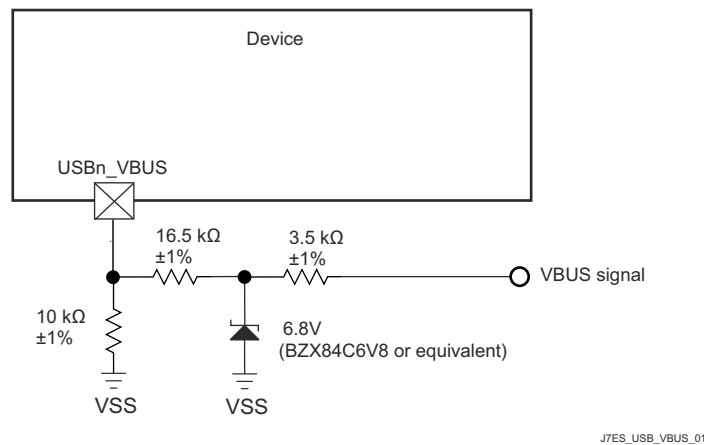

図 7-4. USB VBUS 検出分圧器 / クランプ回路
このデバイスでは、外付けの分圧抵抗を使用して VBUS 信号電圧を下げる必要があります (図 7-4 を参照)。これにより、実際のデバイスピン (USB0_VBUS) に印加される電圧が制限されます。これらの外部抵抗の許容誤差は 1% 以下、ツェナー ダイオードの 5V でのリーク電流は 100nA 未満とする必要があります。(1)
デバイスの電源がオフのときに VBUS が印加された場合、図 7-4 に示す外部回路によって実際のデバイスピンへの入力電流が制限されるため、USB0_VBUS ピンはフェイルセーフであると考えられます。